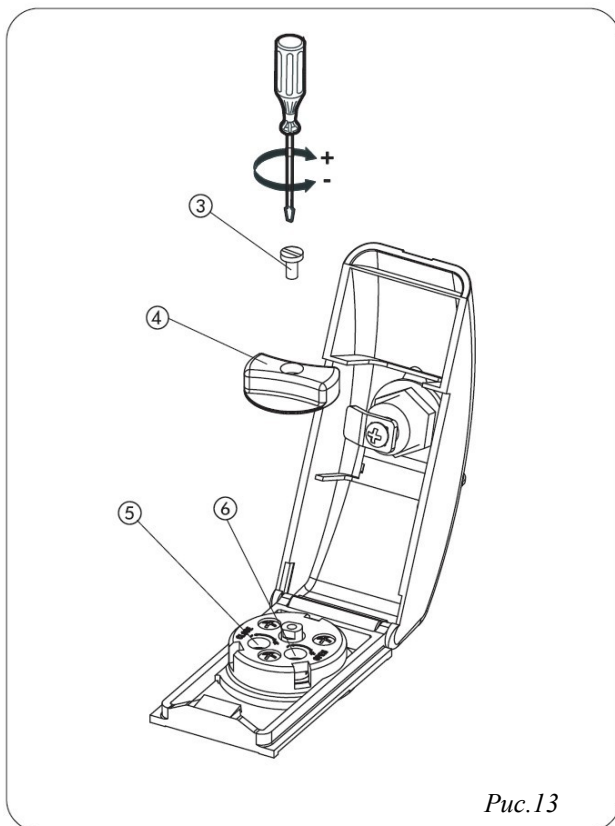

Рис. 13
- Поднимите защитную крышку (Рис. 13).
- Открутите винт (Рис. 13 ③), который удерживает поворотную рукоятку механизма разблокировки, и снимите рукоятку (Рис. 13 ④).
- Регулировка производится винтами (перепускные клапана) ⑤ и ⑥ (Рис. 13).
- После окончания регулировки, установите на место поворотную рукоятку механизма разблокировки (Рис.13 ④) и закрепите её винтом (Рис.13 ③).